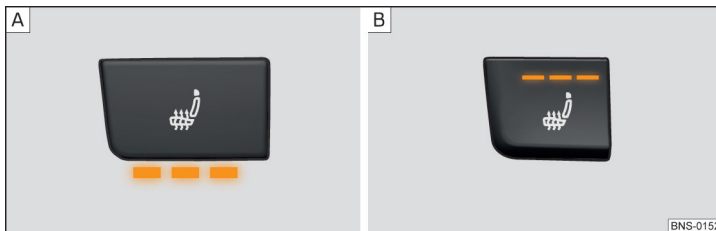

Fig. 104 Chauffage du siège activé avec la puissance de chauffage maximum : sièges avant/sièges arrière
► Pour **allumer** le chauffage à la puissance maximale de chauffage » fig. 104, appuyez sur le bouton  ou .